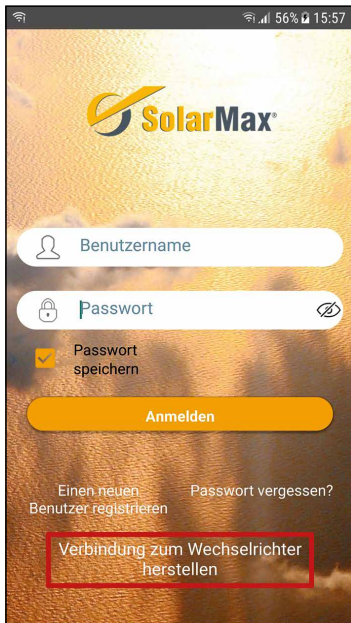

Abb. 19: Start-Menü am mobilen Gerät zur Gerätekonfiguration
2. Ist das mobile Gerät mit dem WLAN-Access Point verbunden, starten Sie die MaxLink-App. Klicken Sie auf die Schaltfläche "Verbindung zum Wechselrichter herstellen" (siehe Abb. 19). Eine Liste aller verfügbaren Wechselrichter erscheint.